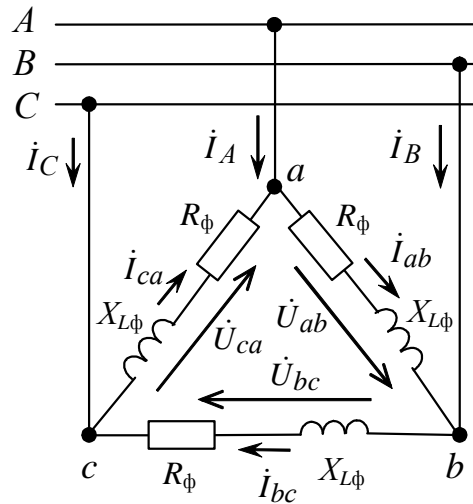

Рис. 3.8
**Задача 3.3.3.** К трехфазной системе напряжением 380, В подключены три одинаковых приемника ( $R_\phi = 3, \text{ Ом}$ ,  $X_{L\phi} = 4, \text{ Ом}$ ), соединенные по схеме «треугольник» (рис. 3.8). Определить токи в фазных и линейных проводах и потребляемую мощность (активную, реактивную, полную). Построить векторную диаграмму токов и напряжений. Изобразить схему включения ваттметров для измерения активной мощности и определить их показания.